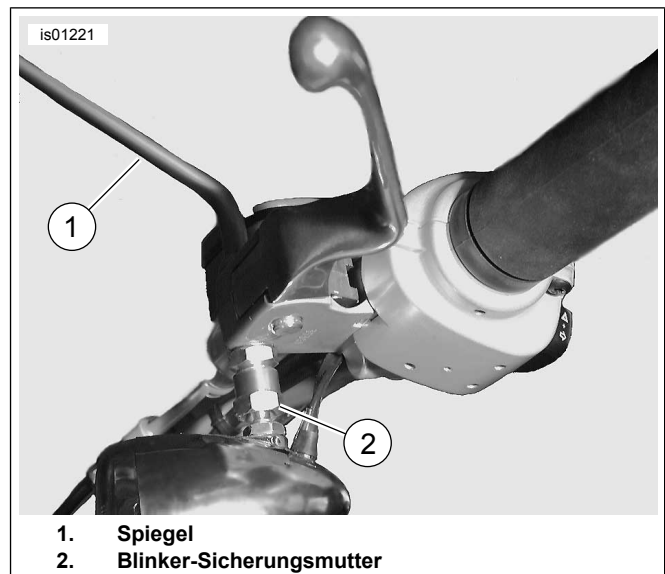

Abbildung 4. Blinkerbaugruppe und Spiegel
7. Siehe **Abbildung 4**. Den Spiegel (1) mit linker Blinker-Baugruppe einbauen. Blinker-Sicherungsmutter (2) fest anziehen.